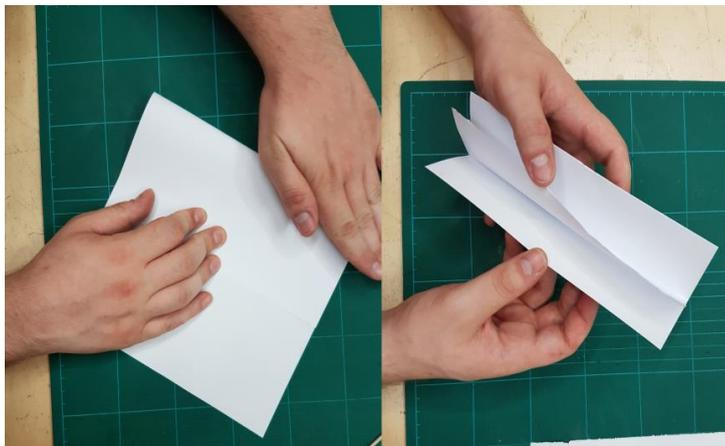

Figura A5
4. Neste modelo as asas serão elaboradas da seguinte forma: dobra uma folha A4 em forma de livro, como podes observar na figura A5. Utiliza cola para impedir que a folha se abra durante o voo do avião.